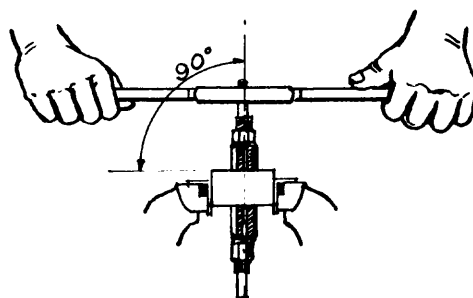

Fig. 3
- c Introduzca el escariador en el agujero, de modo que el eje del mismo quede perpendicular (fig. 3).
- d Inicie la operación girando siempre lenta y continuamente en sentido horario, ejerciendo una suave presión (fig. 3).